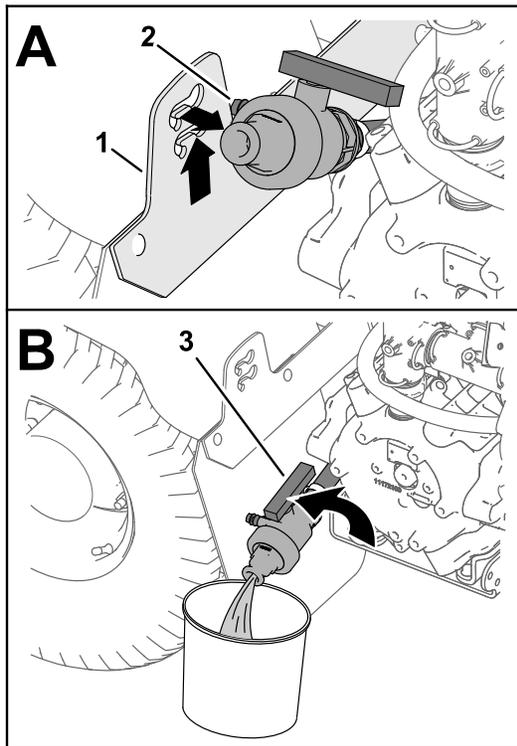

Figura 38
3. Levante la válvula hasta que los espárragos de montaje de la válvula salgan de las ranuras del soporte de la válvula de vaciado, y mueva la válvula hacia atrás (Figura 38, A).
4. Alinee el extremo de la válvula con el recipiente de vaciado y gire la palanca de la válvula a la posición de abierto (Figura 38, B).
5. Cuando el depósito se haya vaciado por completo, gire la maneta de la válvula de vaciado a la posición de cerrado y monte la válvula en el soporte de la válvula de vaciado (Figura 38, B y Figura 38, A).